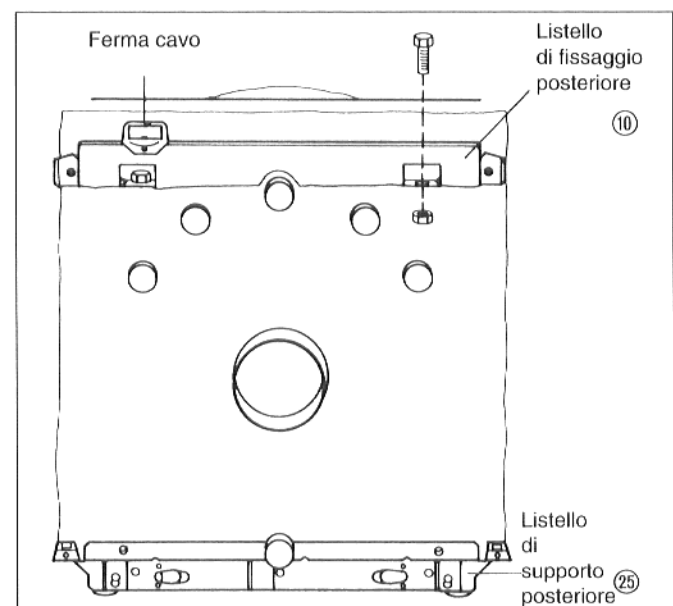

Fig. 10
- Apporre l'isolazione termica della parete posteriore in modo che rimangano liberi gli attacchi della caldaia ed il tronchetto dei gas di scarico (Fig. 10).
- Avvitare da sopra il listello di fissaggio posteriore ⑩ alla parete posteriore del corpo caldaia con due viti M 8 e relative madreviti (Fig. 10).
- Mettere i fori del listello di supporto posteriore ⑮ sulle viti predisposte ed avvitarlo saldamente (Fig. 10).
- Mettere i fori del listello di supporto anteriore (20) sulle viti predisposte ed avvitarlo saldamente (Fig.10).